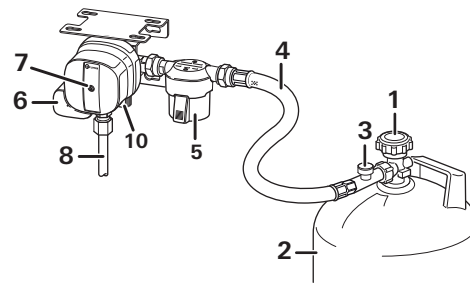

Figura 1a
- Conectar la botella de gas (2) y asegurarse de que el estado de la conexión para tubo flexible sea el adecuado.
- Abrir la válvula de la botella (1).
- Presionar firmemente el seguro antirrotura (figura 1a – 3) en el tubo flexible de alta presión durante aproximadamente 5 segundos.
- Si el botón de restablecimiento (7) amarillo no está pulsado (posición «no preparado para funcionar»), restablecer el sensor de colisión.
- Cerrar la válvula (1) de la botella de gas (2) vacía.
- Desenroscar de la botella de gas (2) el tubo flexible de alta presión (4) o, en caso de disponerse de él, retirar el adaptador insertable.
- Abrir la válvula (1) de la botella de gas llena.
- Presionar el seguro antirrotura (figura 1a – 3) y, en caso necesario, presionar el botón de restablecimiento amarillo (7), girarlo ligeramente en el sentido de las agujas del reloj y mantenerlo presionado durante 5 segundos.
- Enroscar el tubo flexible de alta presión (4) específico del país en cuestión a la entrada del filtro de gas (5) / MonoControl CS y a la botella (2 / o al adaptador insertable).